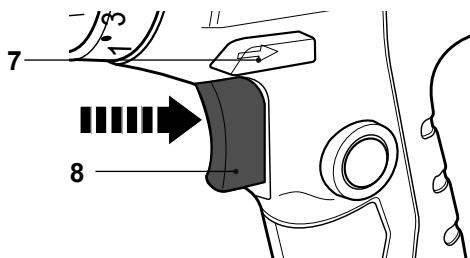

Fig. 9
1. Accendere il prodotto premendo l'interruttore on/off (8) (fig. 9).
2. Spegnere il prodotto rilasciando l'interruttore on/off (8).